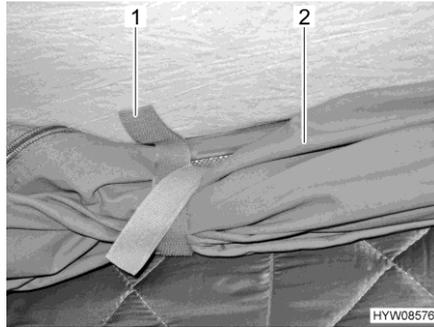

Fig. 80 Pattes de retenue
- Ouvrir les pattes de retenue (Fig. 80,1) sur la toile de tente enroulée (Fig. 80,2).
- Enrouler la toile de tente (Fig. 80,2) et la fixer avec les pattes de retenue (Fig. 80,1).